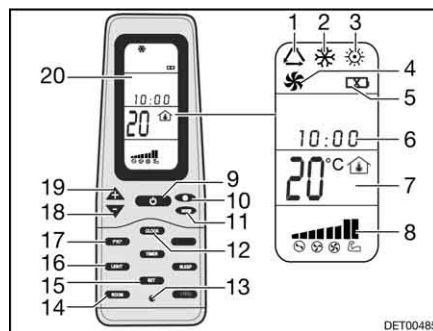

Bild 111 Fernbedienung
- Die Taste ON/OFF (Bild 111,9) drücken.
- Die Taste "Mode" (Bild 111,11) so oft drücken, bis die gewünschte Betriebsart (Bild 111,1, 2, 3 oder 4) auf dem Display (Bild 111,20) angezeigt wird.
- Mit den Tasten "+" (Bild 111,19) und "-" (Bild 111,18) die gewünschte Temperatur einstellen.
- Mit der Taste Lüftergeschwindigkeit (Bild 111,10) die gewünschte Lüfterstufe wählen.